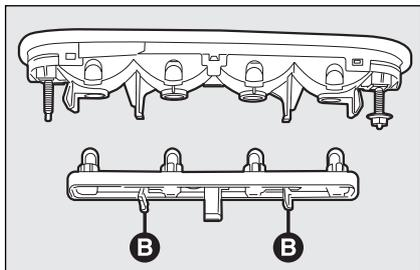

Abb. 32
- Auf die Rippen drücken **B-Abb. 32**, und die Lampenhalterung herausziehen;